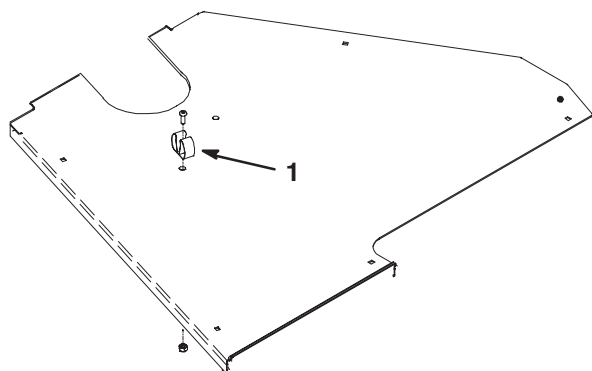

Bild 12
17. Setzen Sie einen Federclip (Bild 12) mit einer Zylinderkopfschraube (Nr. 8 x 1/2 Zoll) und einer Mutter (Nr. 8) in jedes neue Loch in der mittleren Mähwerkabdeckung ein.